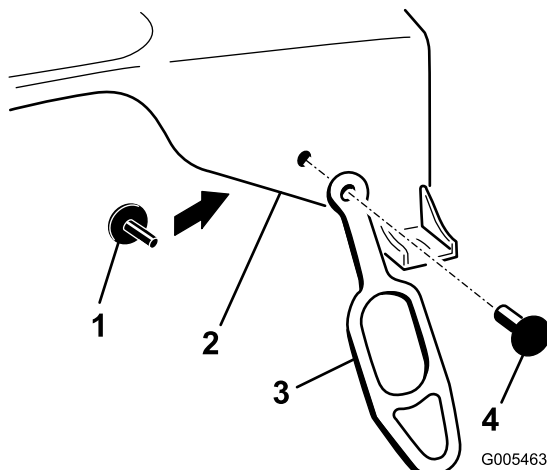

Figura 1
1. Montate la linguetta di chiusura sul coperchio del motore, come illustrato nella Figura 1. Fissate la linguetta sul coperchio con un fermo e il distanziale di sicurezza (Figura 1)